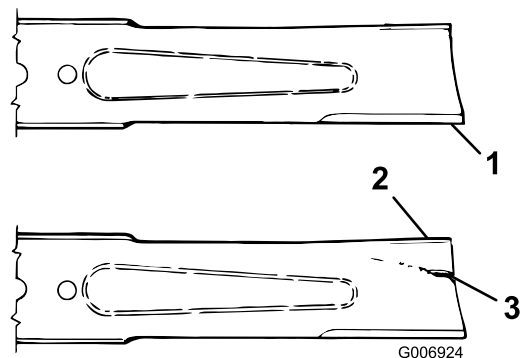

Figura 65
3. Examine cuidadosamente los extremos de corte de la cuchilla, sobre todo en el punto de reunión entre la parte plana y la parte curva de la cuchilla (Figura 65).
4. Si se aprecia desgaste (Figura 65), cambie la cuchilla; consulte Retirada e instalación de una cuchilla (página 58).